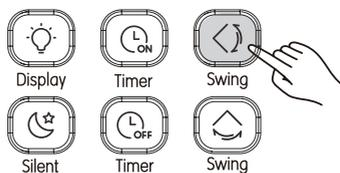

Рисунок 3.11
- При включенном блоке. Нажмите  (см. Рис. 3.11). Запускается функция качания в вертикальном направлении, загорается индикатор , и на внутренний блок посылается сигнал;